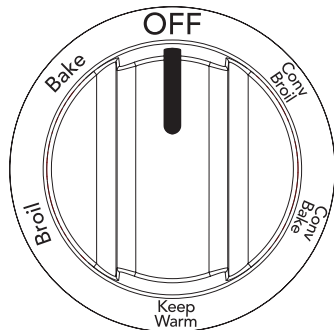

Figure 13 : Sélecteur oven mode (mode du four)
3. Réglez le sélecteur **oven mode** (mode du four) sur la position **bake** (cuisson) (Figure 13).
1. Disposez la grille du four lorsque le four est froid. Réglez le sélecteur oven mode (mode du four) sur la position broil (grill) (Figure 13).